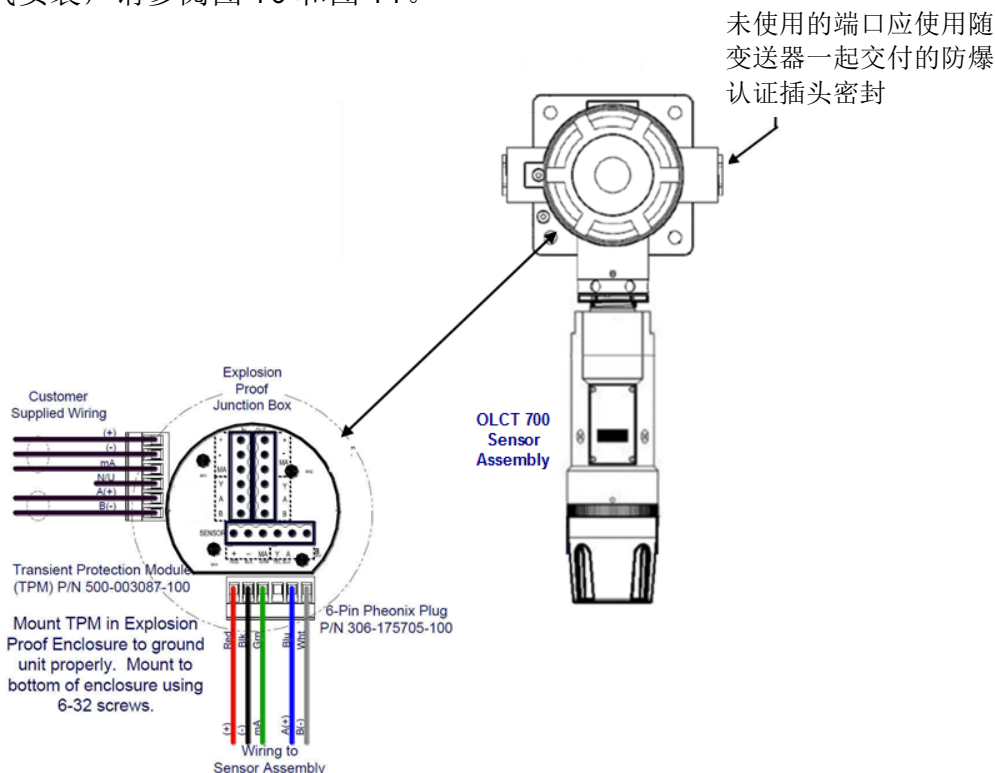
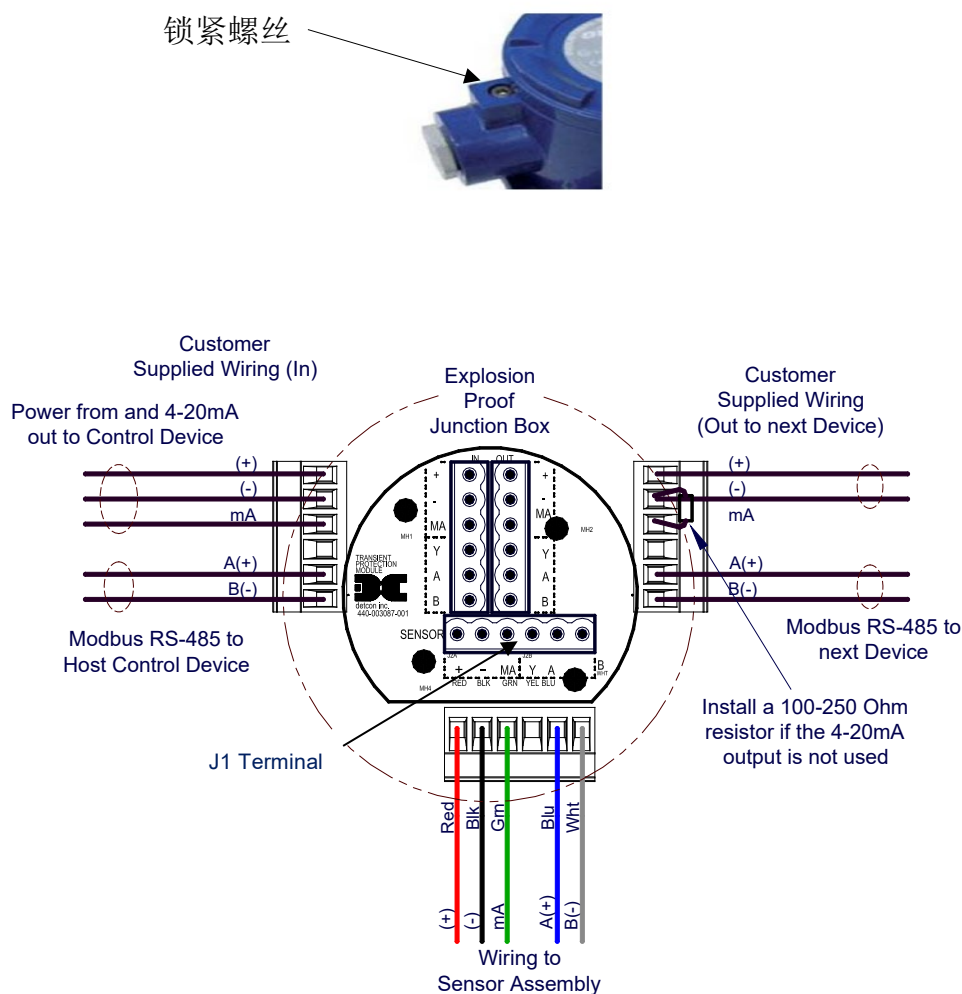

图 10: 典型安装
图 11: 检测仪线路连接
气体检测仪的正确电气安装对于符合电气规范和避免因漏水而损坏至关重要。有关正确的电气安装，请参阅图 10 和图 11。
a) 拆下接线盒盖。识别用于客户电线连接的接线端子(见 图 11 检测仪线路连接)。
- b) 观察正确的极性，根据图 11 所示细节，将 3 芯 4-20mA 现场接线（+、-、mA）端连接至检测仪接线端子。